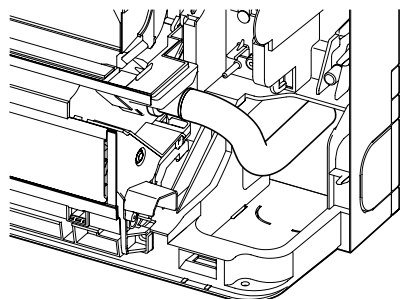

Fig. 5-4
- Вставьте дренажный шланг полностью до основания дренажного поддона. (Fig. 5-4) Убедитесь, что дренажный шланг надежно закреплен в проекции отверстия в дренажном поддоне.